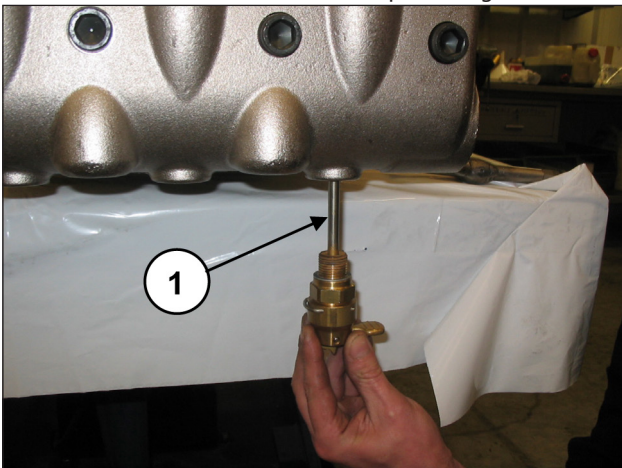
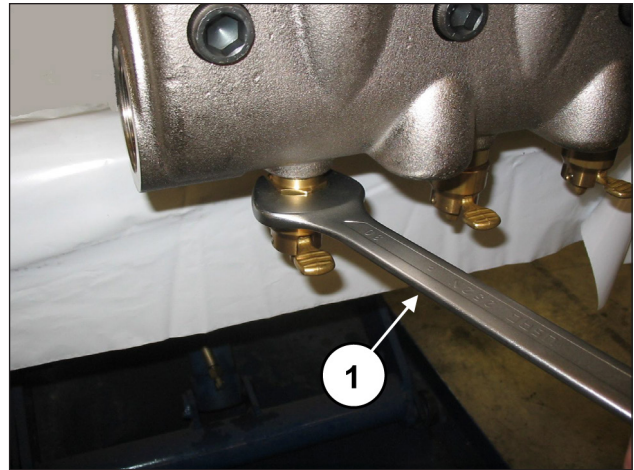

Fig. 136
Fig. 137
Aplique os dispositivos de abertura da válvula (pos. ①, Fig. 136) e solte-os mediante a chave de 30 mm (pos. ①, Fig. 137).